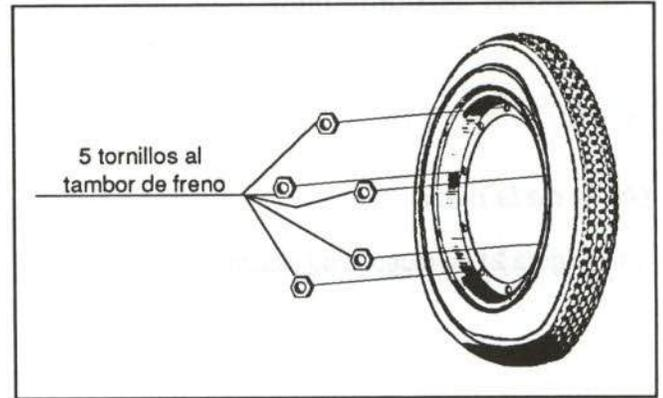

Figura 23.- Fijación de la rueda delantera
Va sujeta mediante tuercas al tambor de freno. En la figura 23 se muestra su fijación.
- Rueda delantera (figura 23)